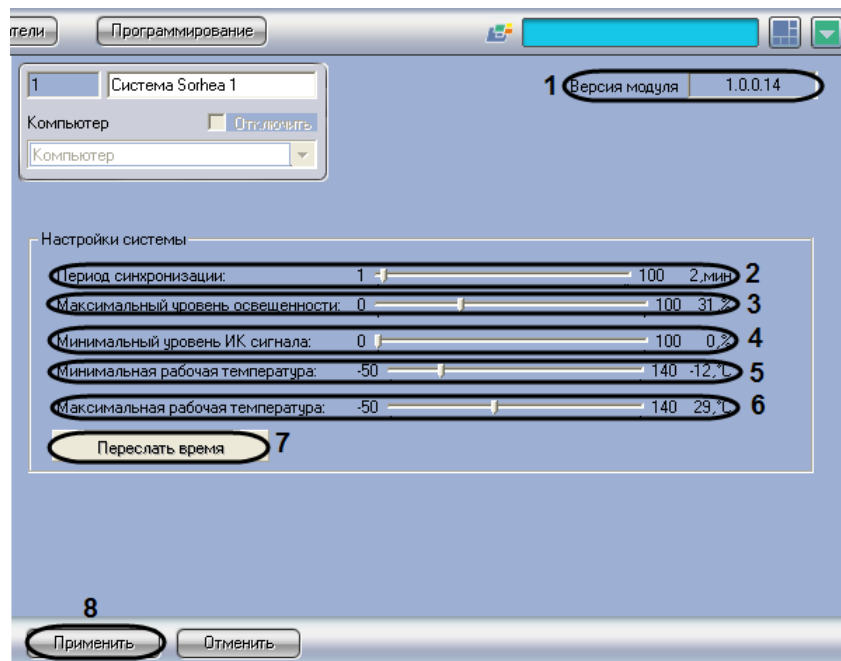

Рис. 3.2-2 Настройка взаимодействия ПК Интеллект с системой Sorhea
1. Перейти на панель настройки объекта **Система Sorhea** (Рис. 3.2-2)
Примечание. В поле Версия модуля отображается версия модуля интеграции Sorhea (см. Рис. 3.2-2, 1).
- Для задания периода, по истечении которого производится синхронизация времени Сервера *Интеллект* и дочерних контроллеров *Maxibus*, установить ползунок **Период синхронизации** в требуемое положение. Соответствующее значение периода синхронизации в минутах отображается справа от ползунка (см. Рис. 3.2-2, 2).
- Для задания уровня освещенности ячейки колонны-приемника, при превышении которого ПК *Интеллект* инициирует событие **Превышен уровень освещенности**, установить ползунок **Максимальный уровень освещенности** в требуемое положение. Соответствующее значение уровня освещенности в процентах отображается справа от ползунка (см. Рис. 3.2-2, 3).
- Для задания минимального уровня опорного ИК сигнала установить ползунок **Минимальный уровень ИК сигнала** в требуемое положение. Соответствующее значение уровня сигнала в процентах отображается справа от ползунка (см. Рис. 3.2-2, 4). В случае, если уровень опорного ИК сигнала ниже данного значения, ПК *Интеллект* инициирует событие **Уровень ИК сигнала ниже допустимого**.
- значение температуры в градусах Цельсия отображается справа от ползунка (см. Рис. 3.2-2, 5). В случае, если температура внутри колонны-приемника ниже данного значения, ПК *Интеллект* инициирует событие **Температура ниже минимально допустимой**.
- Для задания максимальной рабочей температуры внутри колонны-приемника установить ползунок **Максимальная рабочая температура** в требуемое положение. Соответствующее значение температуры в градусах Цельсия отображается справа от ползунка (см. Рис. 3.2-2, 6). В случае, если температура внутри колонны-приемника выше данного значения, ПК *Интеллект* инициирует событие **Температура выше максимально допустимой**.
- Чтобы установить время Сервера *Интеллект* на дочерних контроллерах *Maxibus*, нажать кнопку **Переслать время** (см. Рис. 3.2-2, 7).